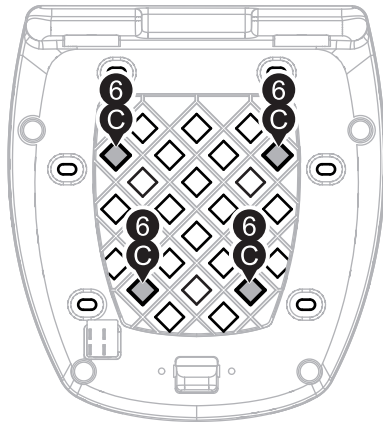

Abbildung 1 / Illustration 1
Benutzen Sie für die Montage der T-RaY Basisplatten die beiliegenden Anbauteile sowie die Schrauben (6). Verschrauben Sie die Basisplatte an den in **Abbildung 1** und **2** gezeigten Anbaupunkten. Die übrigen Anbauteile entfallen bei der Montage.